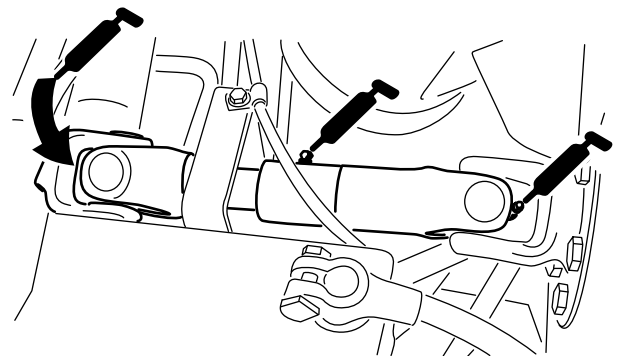

Figura 29
- Articulación de cardán del árbol de transmisión de la bomba (3) – **Figura 29**